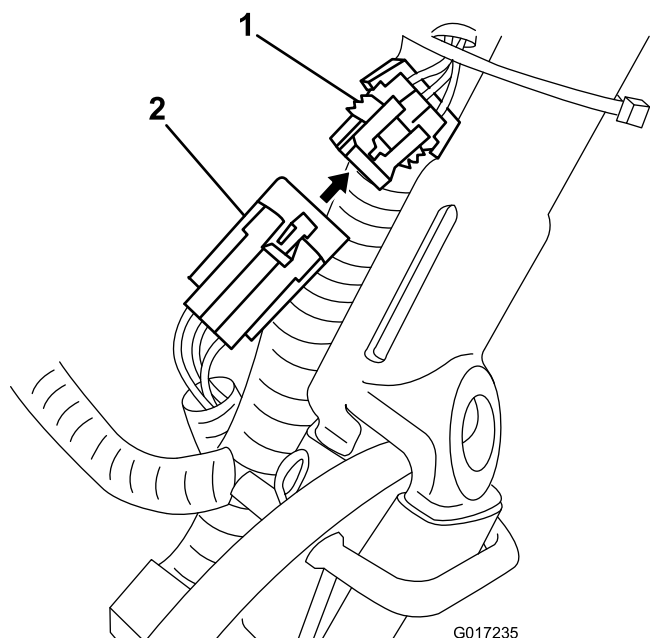

Figura 16
3. Desconecte el conector pequeño, situado en el arnés que va de la batería al arnés de cables de la máquina, del arnés de cables principal (Figura 16).
14. Pase el arnés de cables batería-máquina por debajo y por detrás del arnés principal en el lado izquierdo de la máquina y conecte el conector pequeño de 6 pines del arnés al conector correspondiente del arnés de cables principal, tal y como se indica en la Figura 16.